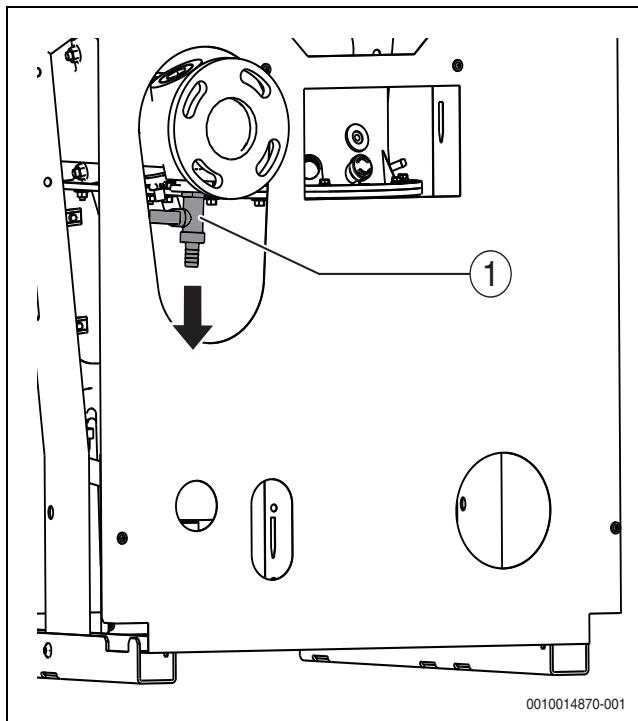

Bild 16 Demontage Entleerhahn (Dargestellt: Kessel mit Flanschanschluss, Ausführung rechts)
- ▶ Montierten Entleerhahn am Rücklauf entfernen (→ Bild 16)